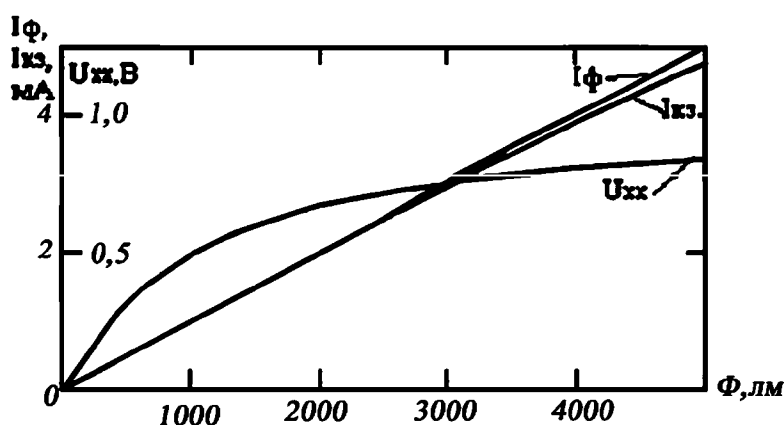

Рис. 2.17. Световые характеристики фотодиода
5. Основными световыми характеристиками фотодиода в фотогальваническом режиме являются зависимости тока короткого замыкания  $I_{кз}$  и напряжение холостого хода  $U_{хх}$  от светового потока (рис. 2.17).